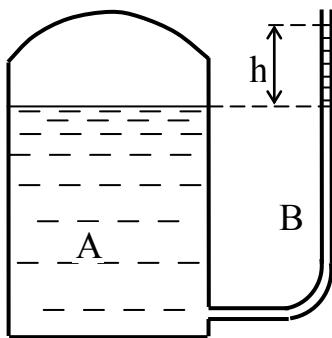

Рисунок 4.5
**4.2.5** У бокову стінку ємності А, що наповнена рідиною Р з температурою  $t$ , встановлена п'єзометрична трубка В. Визначити абсолютний тиск  $P_1$  на вільній поверхні рідини в ємності, якщо під дією цього тиску рідина в трубці піднялась на висоту  $h$  (рис. 4.5).